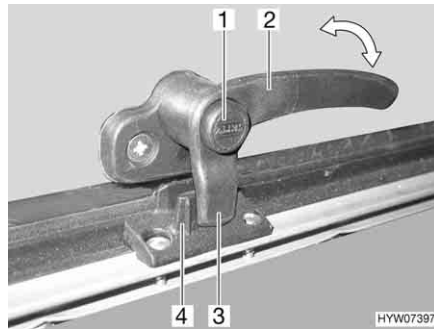
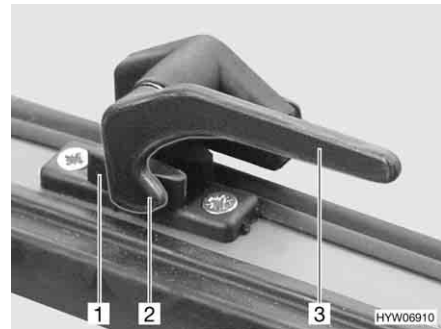

Fig. 97 Palanca de bloqueo con botón de seguridad en la posición de "cerrado"
Fig. 98 Palanca de bloqueo en la posición de "cerrado"
- Si existe, pulsar el botón de seguridad (Fig. 97,1) y mantenerlo pulsado.
- Girar la palanca de bloqueo (Fig. 97,2 ó Fig. 98,3) un cuarto de vuelta hacia la mitad de la ventana.
- Girar la palanca de bloqueo (Fig. 97,2 ó Fig. 98,3) un cuarto de vuelta hacia el marco de la ventana. El saliente de bloqueo (Fig. 97,3 ó Fig. 98,2) de la palanca de bloqueo se encuentra en la cara interior del bloqueo de la ventana (Fig. 97,4 ó Fig. 98,1).
- En la posición "cerrada fijamente" (Fig. 97 y Fig. 98)